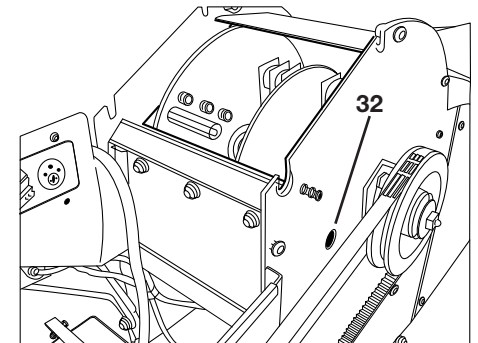
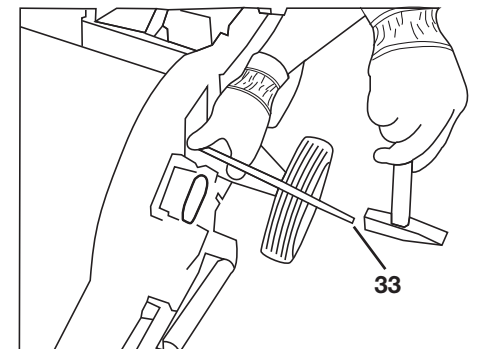

Bild 32
Bild 33
- In der Seitenwand auf der Riemenschutzhaubenseite ist eine Montageöffnung (32) (große Bohrung, siehe „Bild 32“). Drehen Sie den Rotor so, dass die Schlägerachse durch die Montageöffnung (32) entnommen werden kann, dazu muss mit einem Durchschlag (33) die Achse von der gegenüberliegenden Seite herausgeschlagen werden (siehe „Bild 33“).
- Nach dem Wechsel des Messers, muss der seitliche Trichter wieder angeschraubt werden (siehe „Bild 33“).